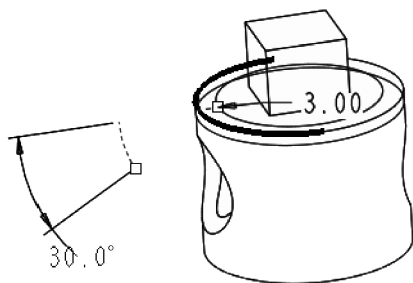

图 7-108 选项边线
(5) 单击【工程特征】工具栏中的【边倒角】按钮，在消息区弹出【边倒角】操控板。
(6) 在对话框的【倒角形式】下拉列表框中选择【角度×D】选项，选择模型上加粗的圆弧边线，如图 7-108 所示。
(7) 按住〈Ctrl〉键选择模型上加粗的两条边线，如图 7-108 所示。